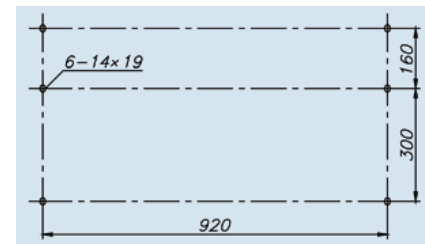

Рис. 6.6 Выключатель с трансформатором тока и разъединителем
6.6 Выключатель с трансформатором тока и разъединителем (см. рис. 6.6)